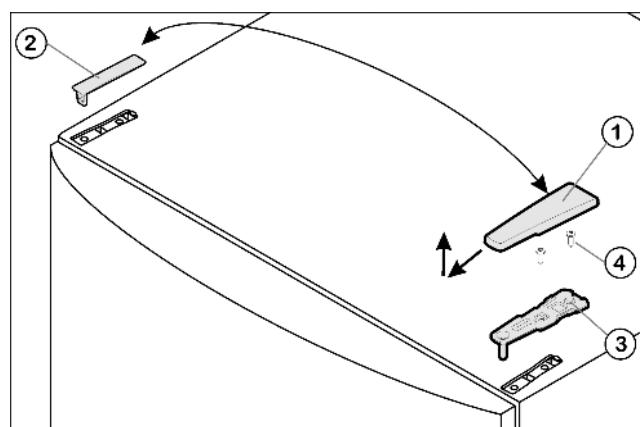

Fig. 4
- Потяните крышку Fig. 4 (1) вперед и вверх.
- Снимите крышку Fig. 4 (2).
- ▶ Открутите верхний опорный кронштейн Fig. 4 (3) (2 шт. Torx® 25) Fig. 4 (4) и вытяните вверх.
- ▶ Установите верхний опорный кронштейн Fig. 4 (3) на новой стороне шарнира и защелкните в дверце.
- ▶ Привинтите верхний опорный кронштейн (**с моментом 4 Нм**) (2 шт. Torx® 25) Fig. 4 (4). При необходимости проделайте отверстия или используйте аккумуляторную отвертку.
- ▶ Наденьте и защёлкните крышку Fig. 4 (1) и крышку Fig. 4 (2) на противоположной стороне снаружи.